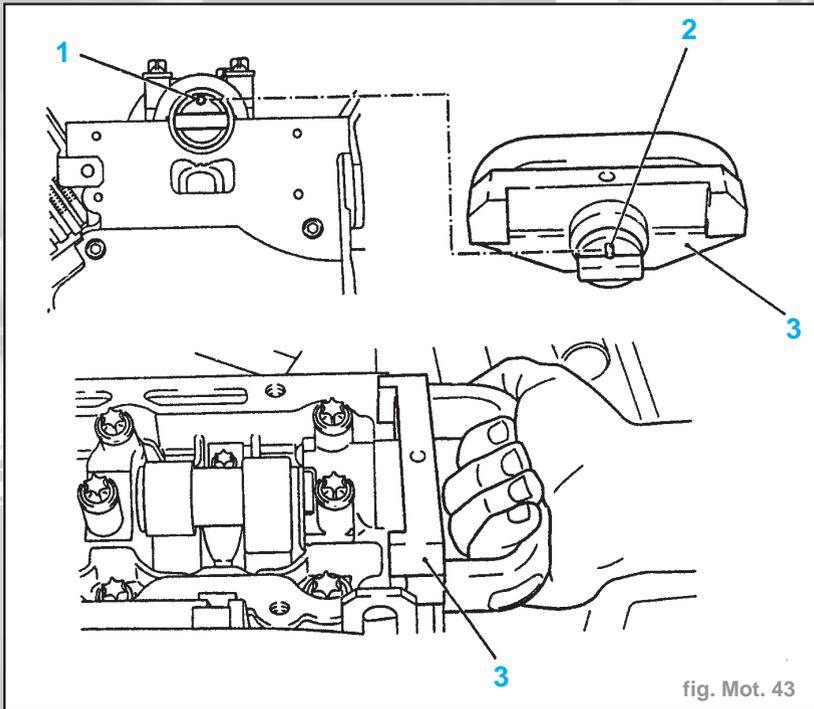

fig. Mot. 43
- Placer la jauge de vérification **KM-923** (3) à la culasse. La goupille (2) doit s'engrener dans l'alésage (1) de l'arbre à cames (fig. Mot. 43).
- Placer la jauge de vérification **KM-926** (3) à la culasse. La goupille (2) doit s'engager dans l'alésage (1) de l'arbre à cames. Le cas échéant, tourner l'arbre à cames à l'hexagone (course courte) (fig. Mot. 43).
- Introduire la goupille d'arrêt de la pompe à injection KM-927 (3) dans l'alésage d'arrêt de la pompe à injection.
- Placer la jauge de vérification KM-923 (3) à la culasse. La goupille (2) doit s'engrener dans l'alésage (1) de l'arbre à cames (fig. Mot. 43).
- Introduire la goupille d'arrêt de la pompe à injection KM-927 (3) jusqu'en butée dans l'alésage d'arrêt de la pompe à injection.
- Placer la jauge de vérification KM-926 (3) à la culasse. La goupille (2) doit s'engager dans l'alésage (1) de l'arbre à cames. Le cas échéant, tourner l'arbre à cames à l'hexagone (course courte) (fig. Mot. 43).